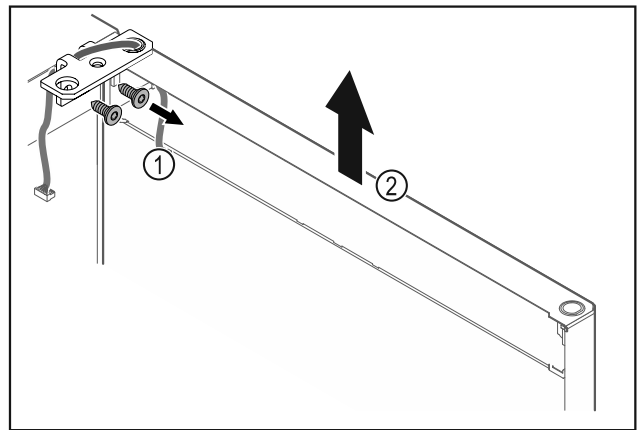

Fig. 20
- Skru av hengselvinkelen Fig. 20 (1).
- Løft døren og hengselvinkelen Fig. 20 (2) ca. 200 mm rett opp, og ta den av.